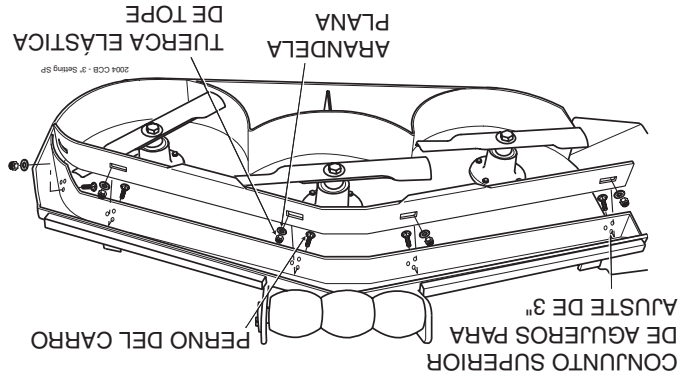

Figura 6-9. Posición del deflector de corte personalizado de 3"
- A. Posición 3" - el deflector se instala usando el conjunto superior de agujeros en el deflector frontal soldado dentro de la plataforma de corte. (Vea la Figura 6.9). En esta posición la plataforma de corte Velocity-Plus entregará la mejor calidad de corte en césped muy alto, tieso y difícil de cortar.